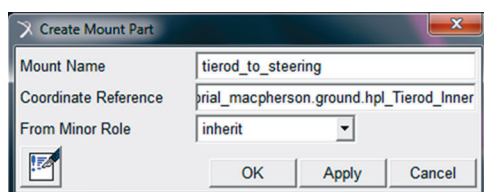

Figura 4.87 – Criação do *Mount* “tierod\_to\_steering”.
- Preencha os campos da janela *Create Mount Part*, conforme ilustrado na Figura 4.87. Note que ele está localizado nas coordenadas do *Hard-point hpl\_Tierod\_Inner*.